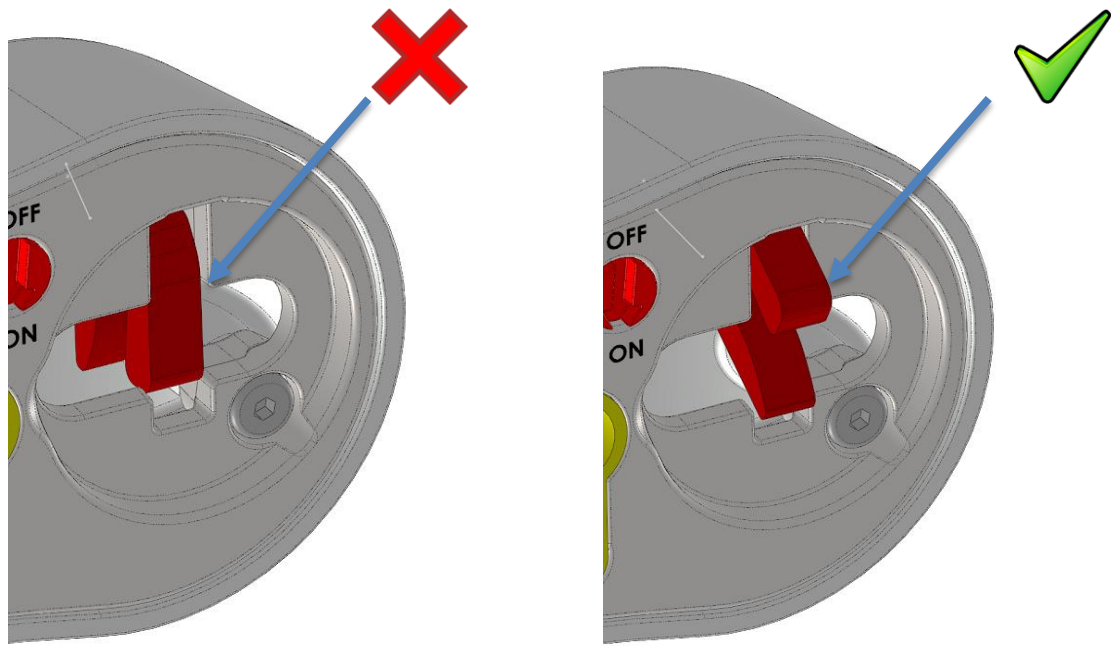

Fig.12
**Vérifier que la came est ouverte avant de fermer la porte (la came heurterait violemment la gâche) (fig.12).